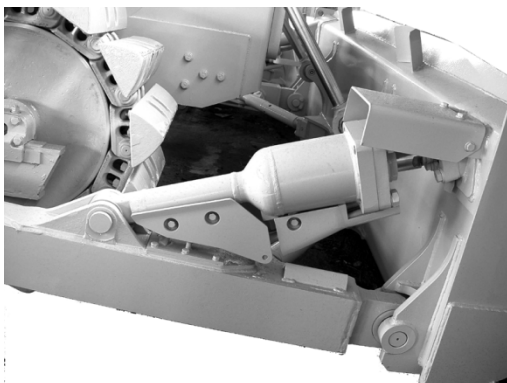

FIGURA 5-11
5. ENGRAXE A JUNTA ESFÉRICA DO CILINDRO E INCLINAÇÃO (VER FIGURA 5-11) EM 1 PONTO.